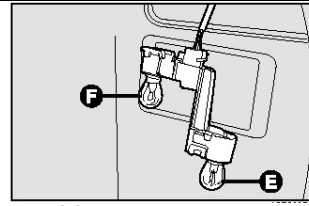

рис. 36
□ Извлечь и заменить нужную лампу, слегка надавив на нее и повернув против часовой стрелки **рис.36**: